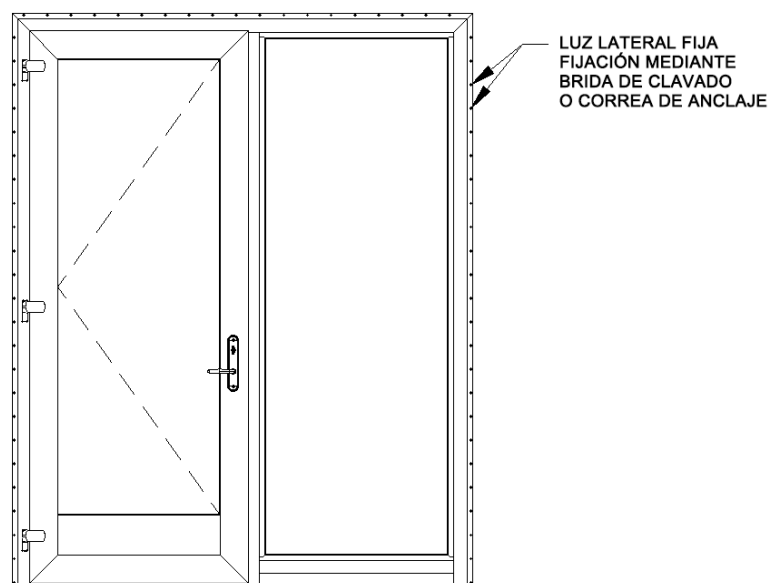

Figura 18: Fijación de la luz lateral
- a. Los sujetadores especificados en 5.6, A, deben colocarse en cada orificio alargado preperforado, pero no a menos de 4 in (10.1 cm) de cada esquina. Consulte la figura 18.